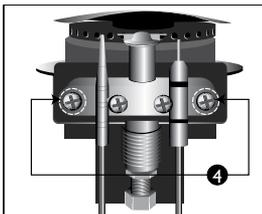

Figura 22
- Retirar los dos tornillos de ensamble del kit quemador (Ver figura 22).